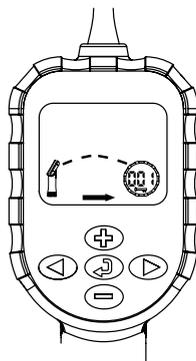

Figure 1
2. Utilisez les boutons  et  pour modifier le numéro d'identification à 3 chiffres. Utilisez le bouton  pour vous assurer que le WVP est en mode de transmission, la flèche sur l'écran pointant vers l'icône de l'adresse  (voir Figure 1).